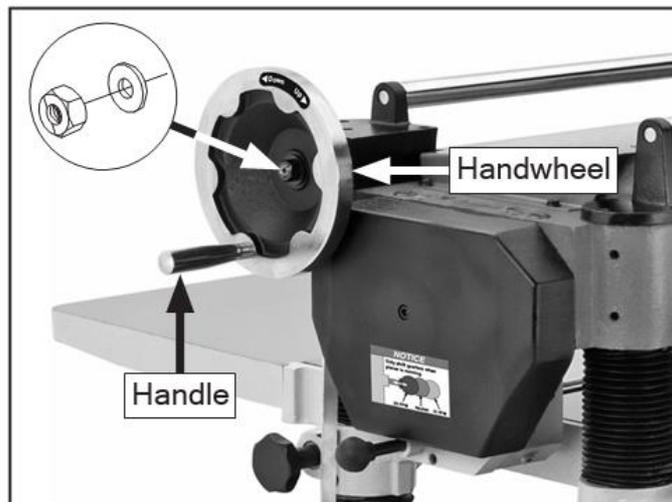

Рисунок 10. Установка маховика.
5. Установите шпонку, наденьте маховик на вал и закрепите гайкой и шайбой (см. рис. 10).
6. Проденьте ручку в обод маховика и затяните для фиксации (см. рис. 10).